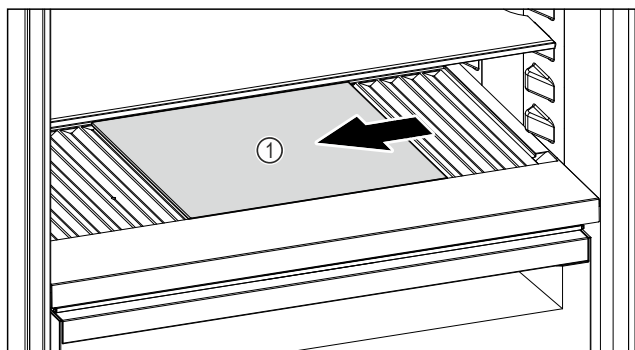

Fig. 204
- Spostare il ripiano di vetro Fig. 204 (1) verso sinistra, al centro o verso destra.